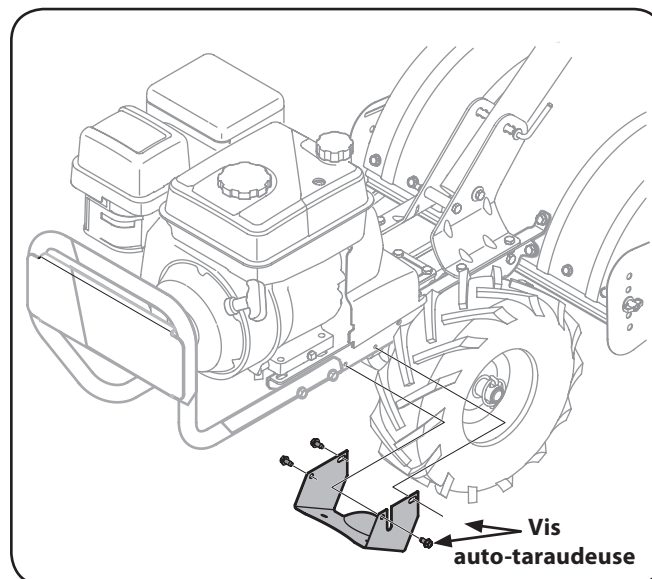

Figure 7-2
3. Enlevez les quatre vis auto-taraudeuses hex. de $\frac{1}{2}$ - 20 qui maintiennent le couvre-poulie sur le châssis. Voir la Figure 7-2. Enlevez le couvre-poulie et placez-le à un endroit sûr